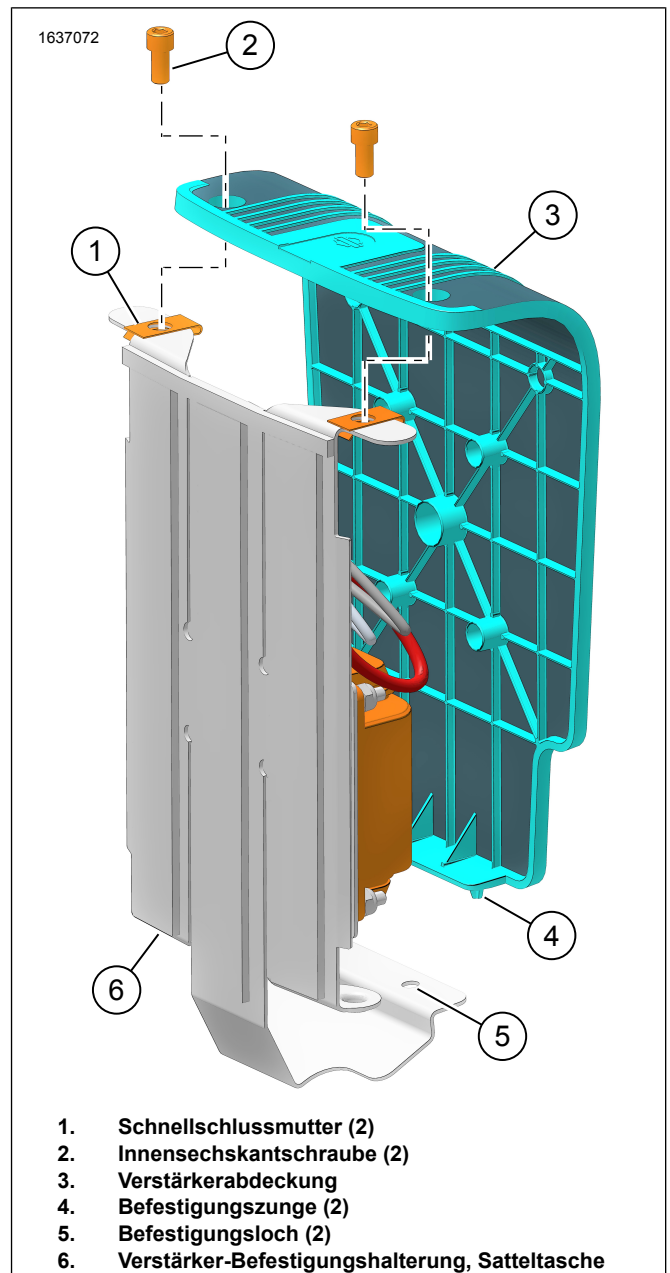

Abbildung 14. Verstärkerabdeckung
17. Abbildung 14 Die Verstärkerabdeckung (3) anbringen.
18. Die Schrauben (2) anbringen. Festziehen.